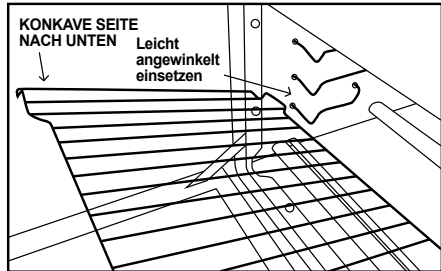

Abb. 1
1. Setzen Sie die Roste leicht angewinkelt (Abb. 1) ein. Der Rost muss mit der konkaven Seite nach unten eingesetzt werden.